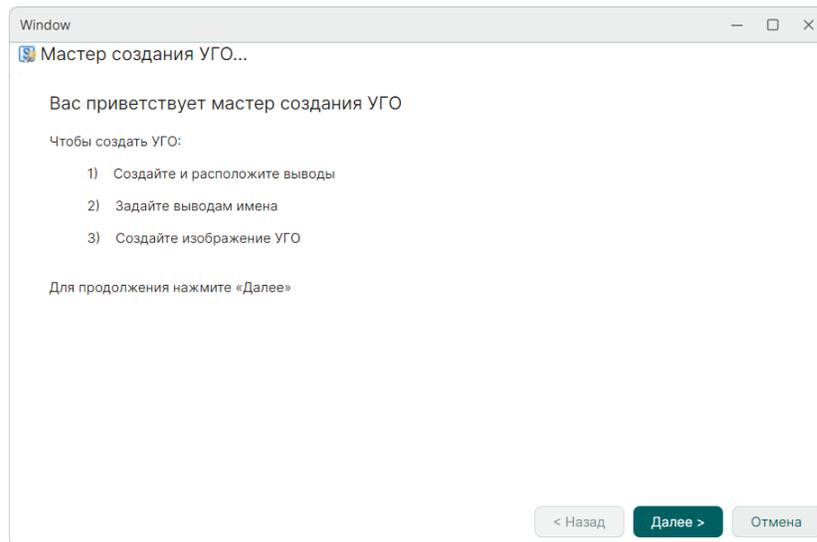

Рис. 233 Стартовое окно мастера создания УГО
2. На экране отобразится стартовое информационное окно мастера, для продолжения работы нажмите «Далее», см. Рис. 233.